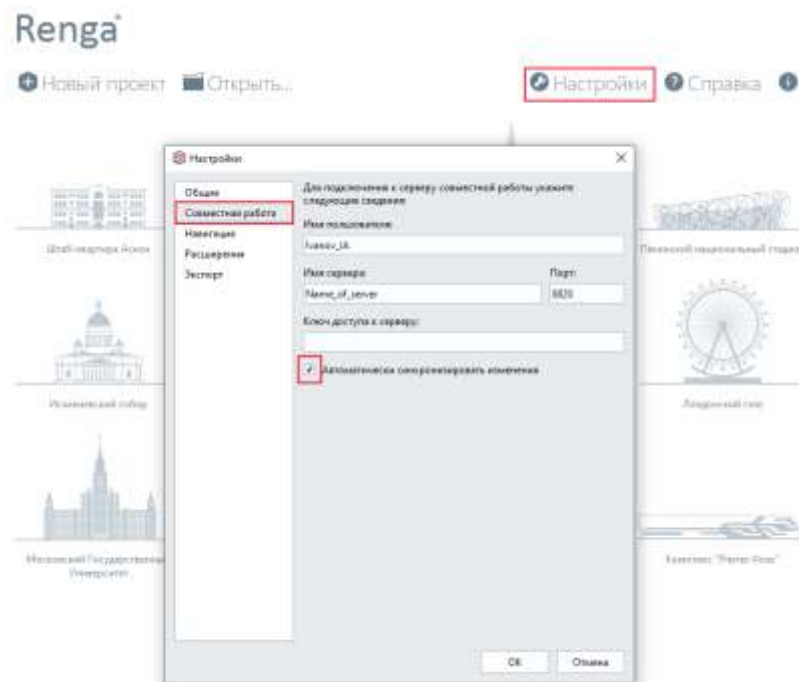

Рисунок 1.1 – Настройка совместной работы
2. Настроить совместную работу в команде с помощью программы Renga Collaboration Server, рис. 1.1;